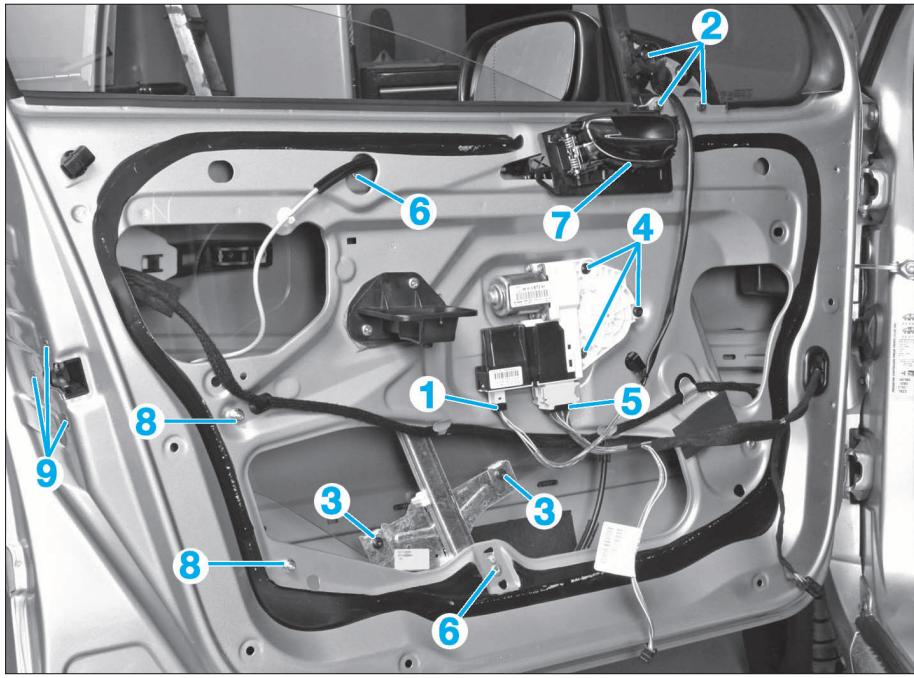

FIG. 39
- Déposer (Fig.39) :
- le connecteur (1) (si le connecteur est coincé contre la porte, déposer les vis (4) du moteur de lève-vitre)
- les vis (2)
- Déposer les 2 fixations (3) (Fig.39).
- Déposer les vis (4), les connecteurs (1) et (5) puis le moteur du mécanisme de lève-vitre (Fig.39).
- À l'aide d'une perceuse équipée d'un foret Ø 10 mm, faire sauter les rivets (6).
- Déposer la commande intérieure (7) en tirant la poignée vers l'avant (Fig.39).
- les fixations (8) de la coulisse de vitre
- les fixations (9).